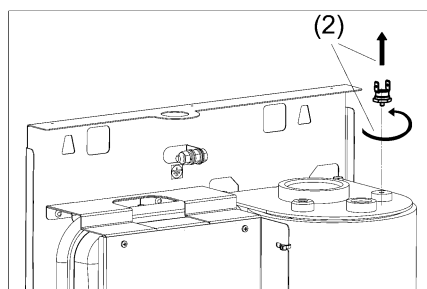

Рисунок 12. Замена аварийного самовозвратного термовыключателя
- (1) Отсоедините наконечники жгута управления от аварийного самовозвратного термовыключателя.
- (2) Выверните аварийный самовозвратный термовыключатель (см. рис. 12).
- (3) Вверните новый аварийный самовозвратный термовыключатель.
- (4) Подсоедините наконечники жгута управления.
- (5) Проверьте надёжность контактов электрического соединения.